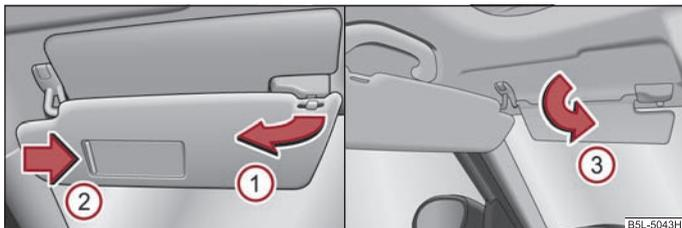

Fig. 49 Aletta parasole: rotazione / aletta parasole doppia
Le alette parasole del conducente e del passeggero anteriore si possono staccare dai relativi supporti e ruotare verso la porta nel senso indicato dalla freccia ① ⇒ fig. 49.